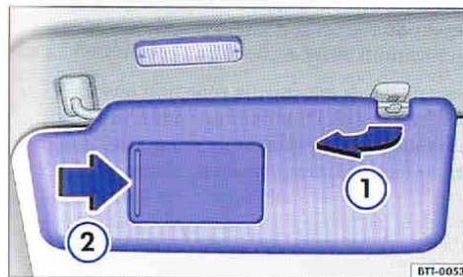

Fig. 60 Pare-soleil.
- Retrait du support et pivotement vers les portes ⇒ fig. 60 ①.